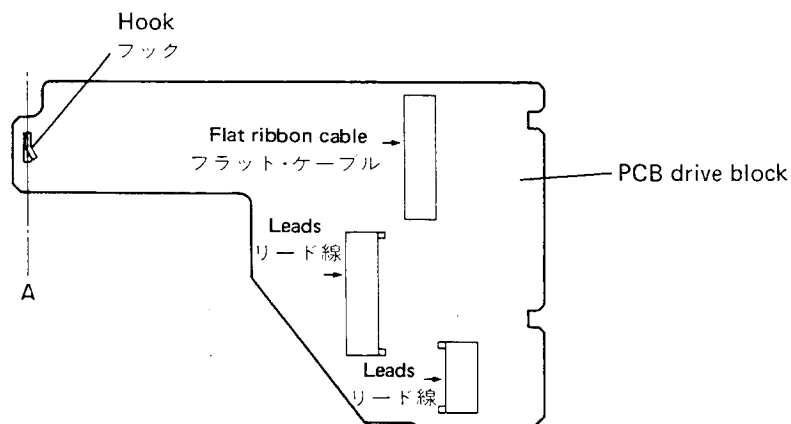

Fig. 2-6
- I. Remove the flat ribbon cable and leads of the PCB drive block, then bend the hook back over the hole (on line A) as shown in Fig. 2-6 using pliers.
- I. PCB DRIVE BLK のフラット・ケーブル及びリード線 (図2-6)を外し、図2-6 のフックの曲げをプライヤー等で穴上 (A線上) に曲げ戻す。
Fig. 2-6 using